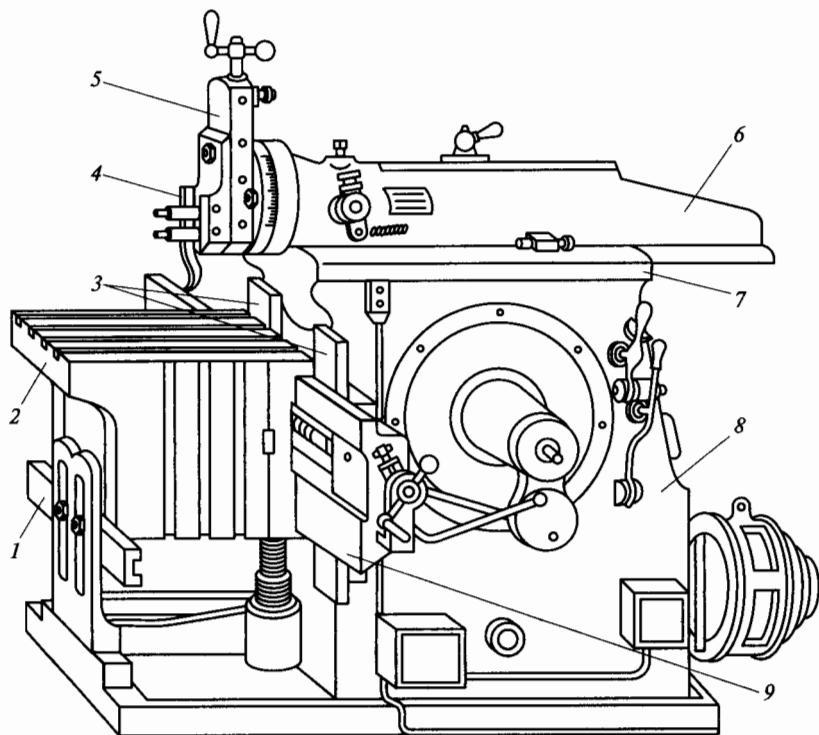

Рис. 5.19. Поперечно-строгальный станок
73. Назовите основные узлы поперечно-строгального станка (рис. 5.19) и укажите их назначение: